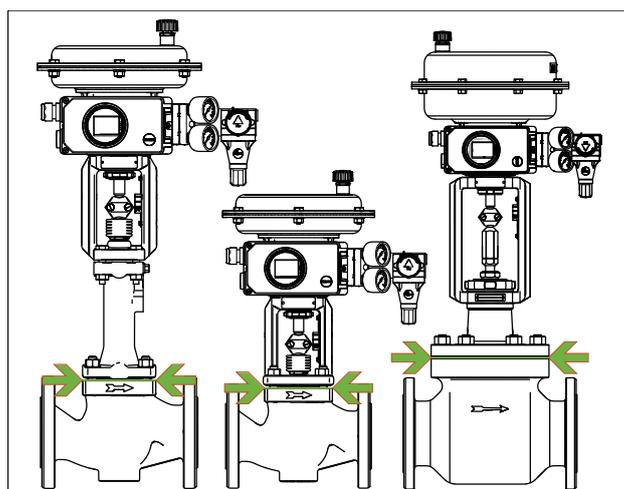

图 15: 控制阀的隔热限值 (所示示例)
- ⇒ 仅将控制阀隔热到阀体的阀盖法兰 (请参见图 15)。这也适用于带有用于 0 °C 以下或 220 °C 以上介质温度的波纹管密封或延长段的型号。如果延长段被隔热, 将无法正常工作。